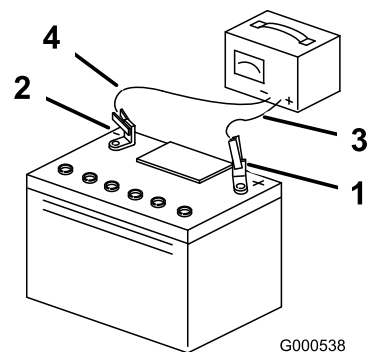

図 44
4. 充電が終わったら、チャージャのプラグをコンセントから抜いてから、チャージャのリード線をバッテリー端子から外す 図 44。